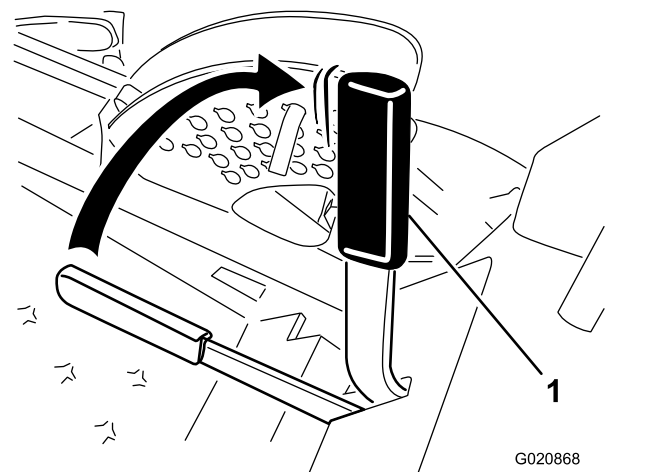

Bild 14
2. Ziehen Sie den Feststellbremshebel nach hinten und oben, um die Feststellbremse zu aktivieren (**Bild 14**).